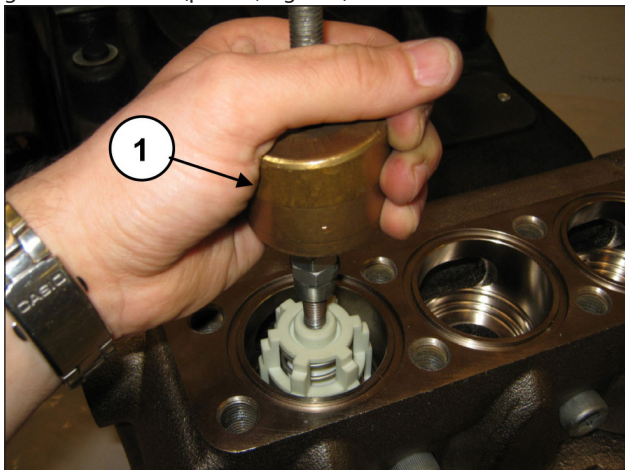

Fig. 135
Extraer el grupo de la válvula de envío introduciendo un extractor de percusión (cód. 27516400) en el orificio M10 de la guía de la válvula (pos. ①, Fig. 135).